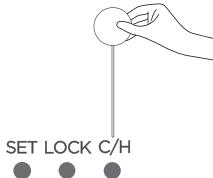

Рисунок 24
1) Під час роботи пристрою в режимі «Тільки охолодження» натисніть кнопку ^{C/H}, щоб активувати режим «Охолодження та обігрів» (див. Рис. 24).